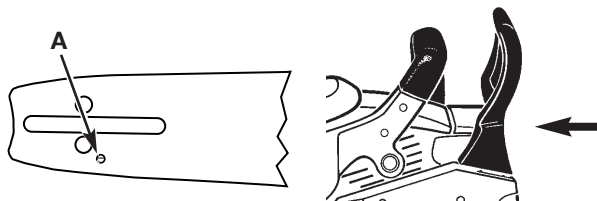
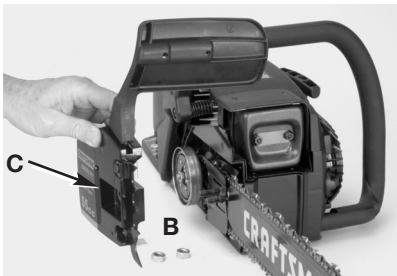
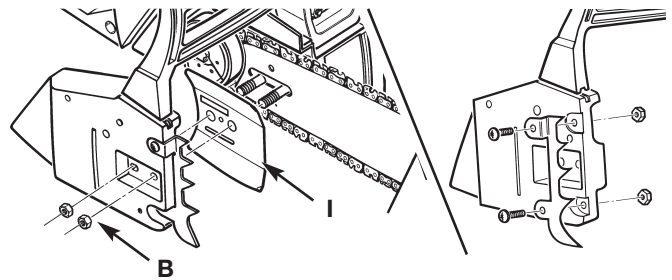
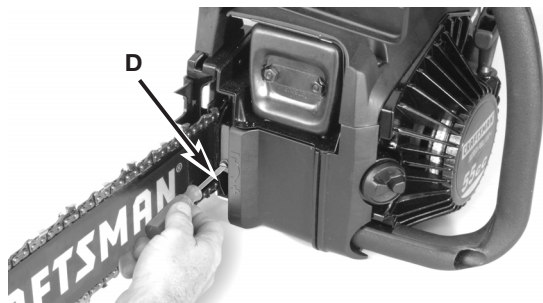

Fig. 21
Fig. 22
Fig. 27
Fig. 28
**PRECAUCIÓN:** Para asegurarse de que la barra y la cadena reciben aceite, use solo la barra original con el orificio de paso (A) ilustrado en la Fig. 21.
1. Asegúrese de que la palanca del Freno de cadena(r) está hacia atrás en la posición DESACTIVADA (Fig. 21). Quite las tuercas de la barra con la herramienta suministrada (Fig. 22).
2. Quite la funda del freno de cadena (C, Fig. 22) y la placa de la guía exterior (I, Fig. 27) tirando hacia fuera (Fig. 22).
6. Reemplace la placa exterior de la barra (I) para que los lados curvados (superior e inferior) miren hacia fuera de la cadena (Fig. 27).
7. Instale la funda del Freno de Cadena(r) (Fig. 27). Asegúrese de que la cadena no se sale de la barra. Instale las dos tuercas de la barra y siga las instrucciones de Ajuste de tensión de la cadena.
1. Afloje las tuercas de la barra (B, Fig. 27). Sostenga la punta de la barra hacia arriba y gire el tornillo de ajuste (D) hacia la derecha para aumentar la tensión de la cadena. Si gira el tornillo a la izquierda disminuirá la tensión de la cadena. Asegúrese de que la cadena se ajusta correctamente a la barra (Fig. 28).